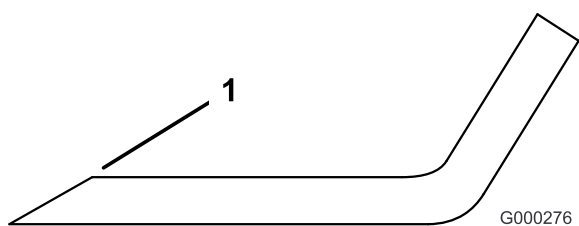

Figure 64
1. Au moyen d'une lime, aiguisiez les tranchants aux deux extrémités de la lame (Figure 64) en veillant à conserver l'angle de coupe d'origine. Limez la même quantité de métal sur chacun des deux tranchants pour ne pas déséquilibrer la lame.